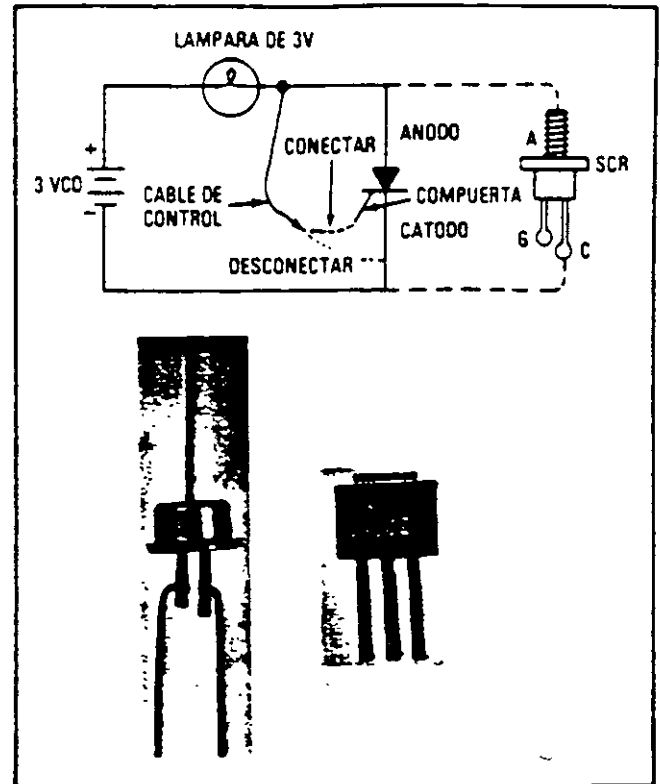

FIG. 8. CIRCUITO DE PRUEBA DEL SCR (RECTIFICADOR CONTROLADO DE SILICON).
1. Conecte el circuito de prueba como se muestra en la Fig. 8 al SCR.